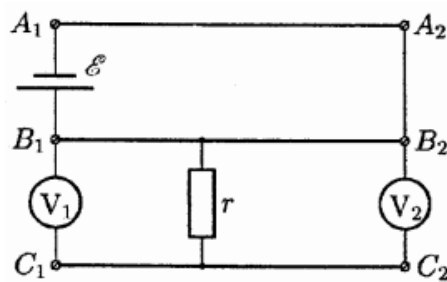

Рис. 2
5. Для определения места пробоя без использования мостовой схемы можно предложить следующий метод. Соберем следующую схему согласно рис. 2, на который через V_1 и V_2 обозначен один и тот же мультиметр, поочерёдно подключенный в режиме омметра к разным точкам (то есть при проведении измерений его нужно подключить